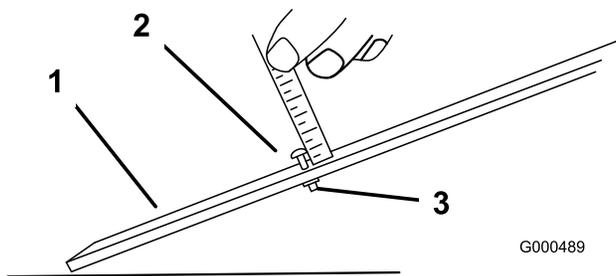

Рисунок 48
3. Отпустите гайку мерной планки (Рисунок 48) и установите регулировочный винт на требуемую высоту скашивания. Расстояние между нижней частью головки винта и лицевой поверхностью штанги равно высоте скашивания.